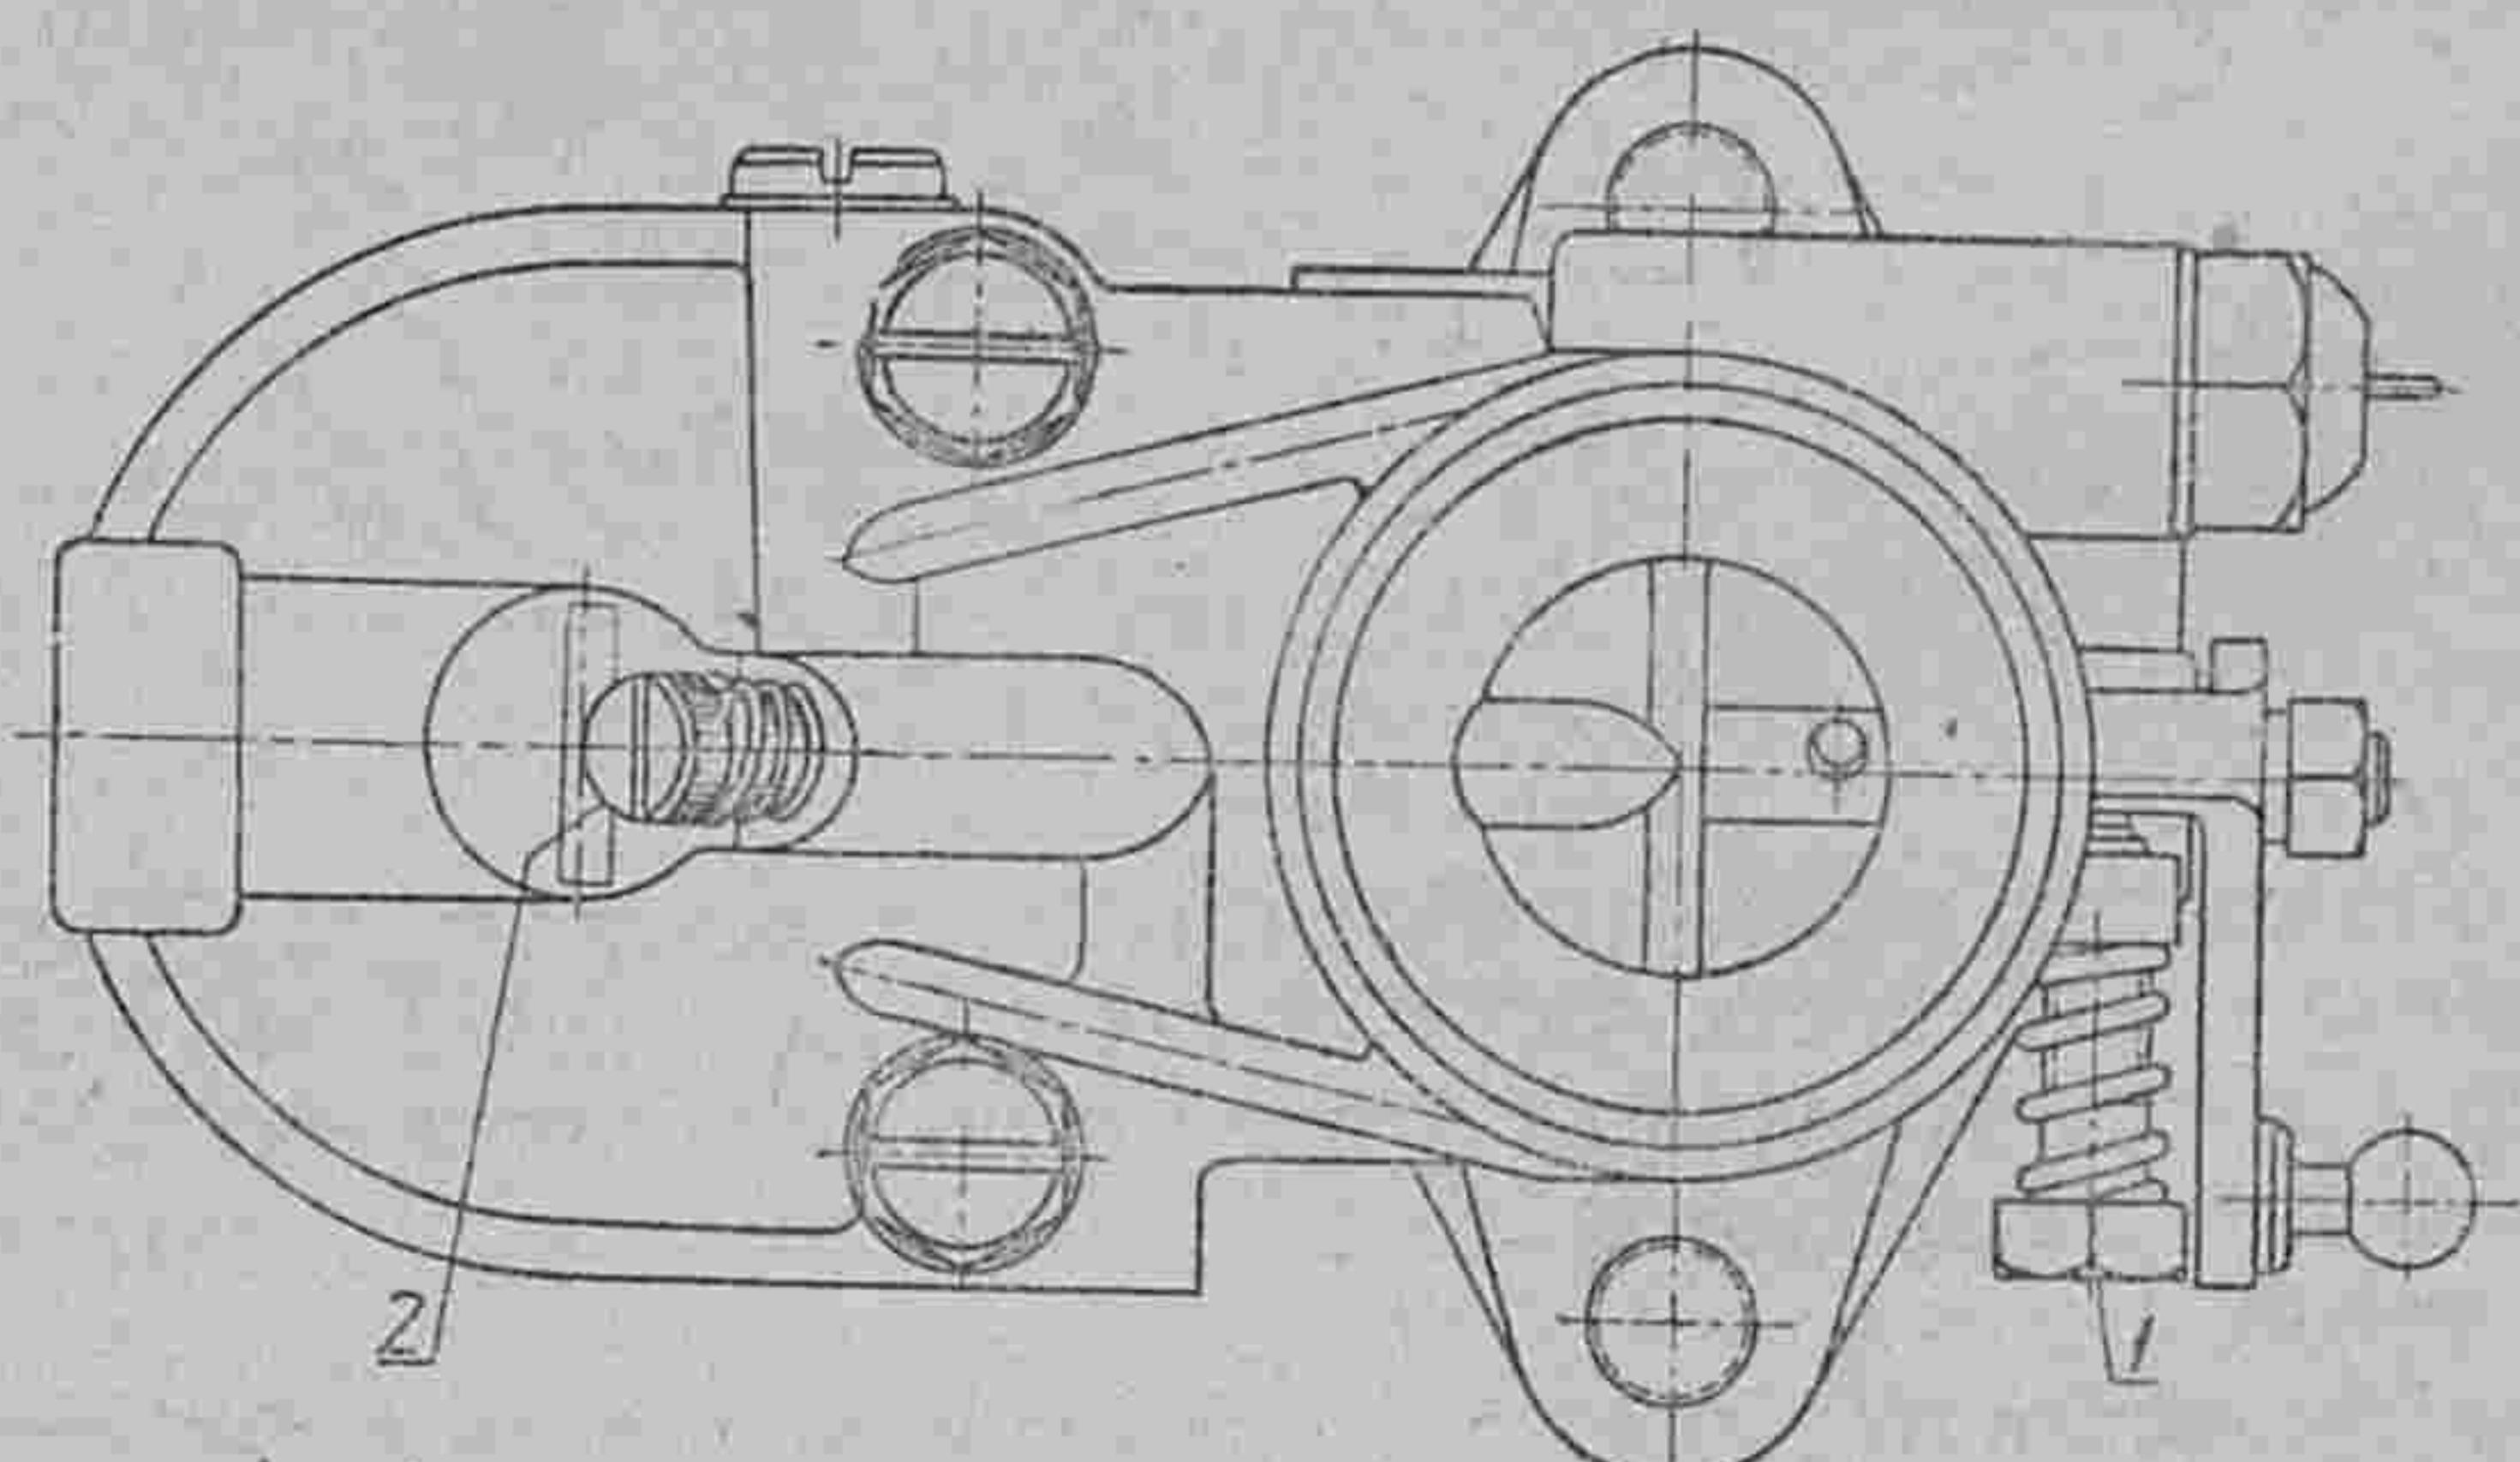

Рис. 8. Вид карбюратора сверху:
Регулировка производится упорным винтом дроссельной заслонки (1) и регулировочным винтом добавочного воздуха (2) (рис. 8).